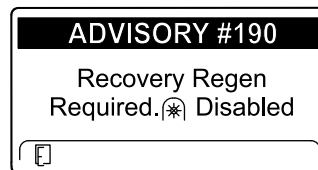

Figura 23
- Recovery regen required (Es necesaria una regeneración de recuperación) ADVISORY #190 (Aviso n.º 190) (Figura 23)